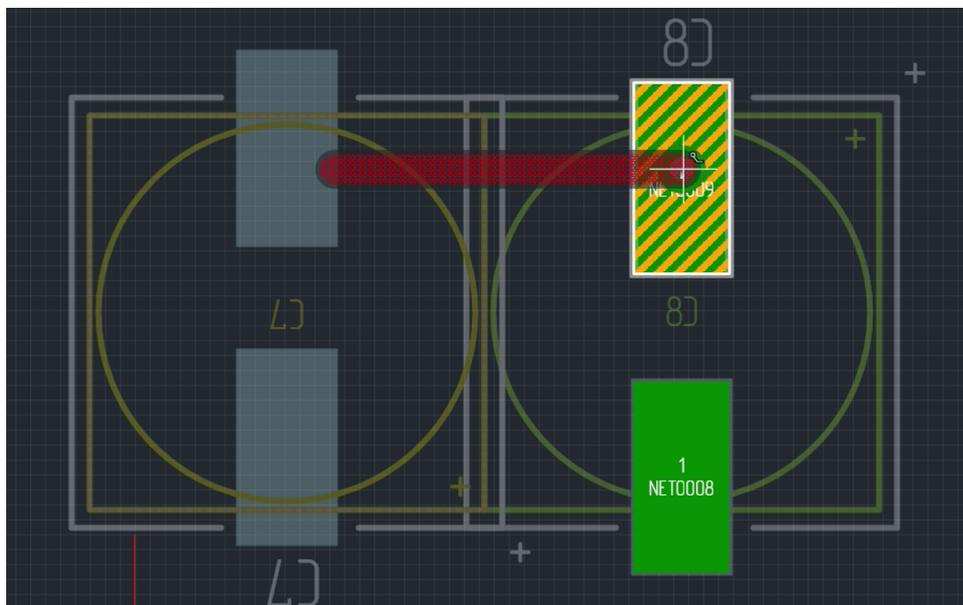

Рис. 184 Размещение ПО на КП в режиме трассировки
- Соединение двух КП. В режиме размещения трека иницилируем размещение с начальной КП, расположенной, например, на слое SIGNAL\_TOP и переходим на слой SIGNAL\_BOTTOM. В этот момент на конце трека возникнет переходное отверстие. Можно завершить трек, установив ПО непосредственно на финальной КП, см. Рис. 184.